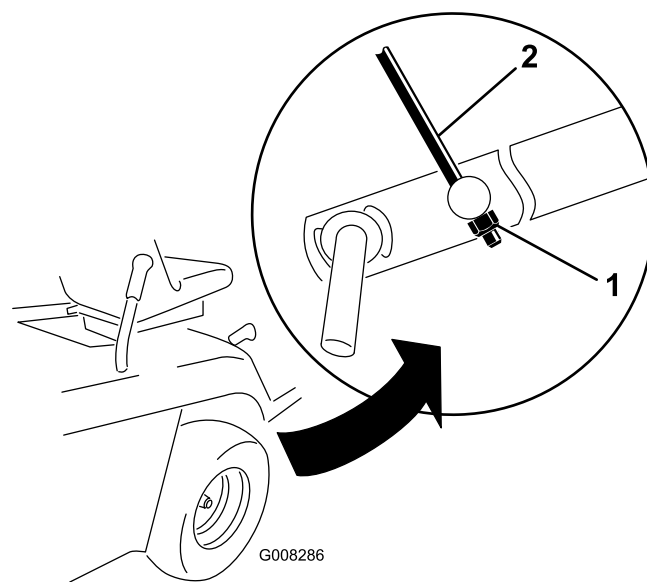

Figura 43
9. Regolate il dado di bloccaggio M8 in fondo all'asta di regolazione dell'altezza finché l'asta non è leggermente tesa (Figura 43).